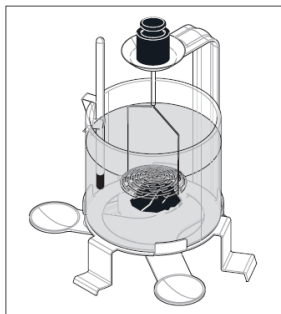

Figure 4.2-4
- Si la densité du solide à mesurer est inférieure à la densité du liquide auxiliaire, utilisez un support pour solides flottants (avec des poids supplémentaires si nécessaire). Immergez complètement le solide à mesurer sous la surface du liquide auxiliaire, voir figure 4.2-4.